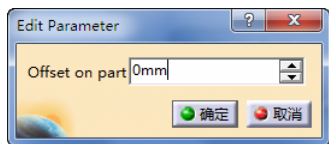

图 3-49 定义零件余量（3）
- 定义零件余量 (3)。双击“Contour-driven.1”对话框中的“Offset on part”, 弹出“Edit Parameter”对话框, 可设置余量大小为“0mm”, 如图 3-49 所示。